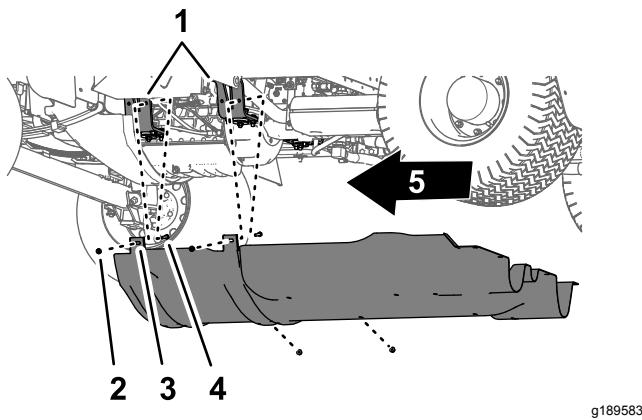

Figura 65
- Retire los 4 pernos con arandela prensada (5/16") de los pernos y del perno de cuello cuadrado que sujetan las pestañas de montaje del protector de bajos a los soportes de montaje del motor de la máquina (Figura 65).
4. Retire el protector de bajos de la máquina (Figura 64 y Figura 65).
1. Alinee el protector de bajos con el chasis de la máquina; consulte Figura 65, en Retirada del protector de bajos \(página 54\).
2. Coloque las pestañas de montaje del protector de bajos sobre los pernos de los soportes de montaje del motor; consulte Figura 65, en Retirada del protector de bajos \(página 54\).
3. Monte la cubierta del chasis en los soportes de montaje del motor y los pernos (Figura 65) con las 4 contratuercas prensadas (5/16") que retiró en el paso 2 de Retirada del protector de bajos \(página 54\).